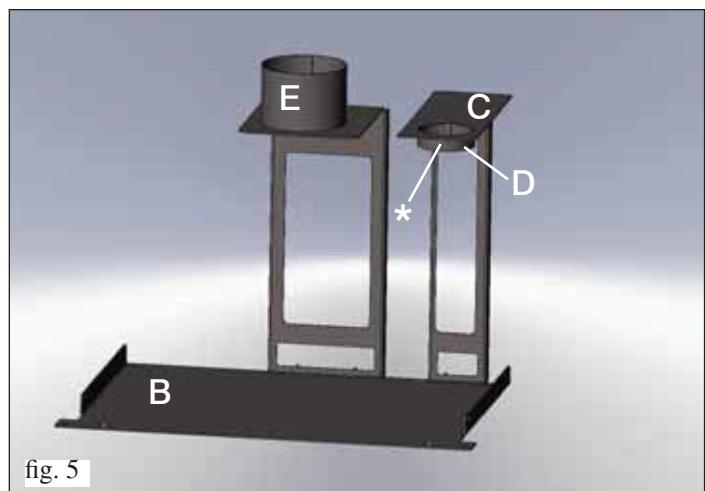

fig. 5
- Den Schlauch auf das erforderliche Maß kürzen, das Endstück des Schlauchs auf die Schelle des Zentrierbügels aufstecken (E Abb. 3 nebenstehend und Abb. 5 auf S. 87) und mit den mitgelieferten Rohrschellen befestigen.
Das Einbauerleichterungs-Kit wie in Abb. 5 gezeigt montieren.
- Das Rauchabzugsrohr auf die Bügelschelle (**C**) aufstecken. Das Rohr zu diesem Zweck auf die entsprechende Schraube setzen (\*) (Abb. 5).
- Das Pellet-Befüllungsrohr auf die Bügelschelle (**E** Abb. 5 nebenstehend und Abb. 3 auf S. 85) aufstecken und mit der mitgelieferten Rohrschelle befestigen.